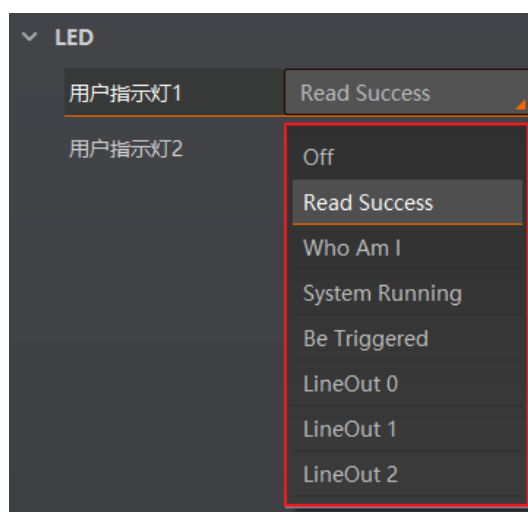

图3-70 用户指示灯功能选项
2. 根据实际需求，在用户指示灯 1 和用户指示灯 2 下选择待响应的具体事件，如图 3-70 所示。